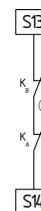

Fig. 9
**Avvio automatico (vedere Fig. 9)**